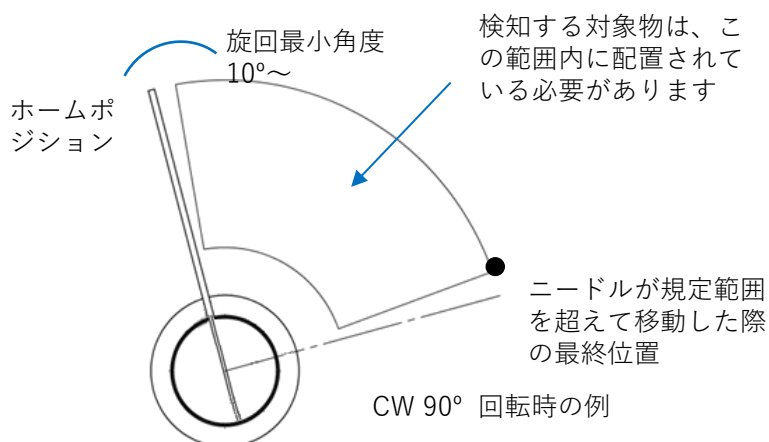

図11：ニードル検出範囲
- 適切な検知を行うため、ニードルは $10^{\circ}$ 以上回転して対象物に接触するようにしてください（図11を参照）。ツールが破損している場合や対象物が存在しない場合、ニードルは回転角の終端まで回転します。